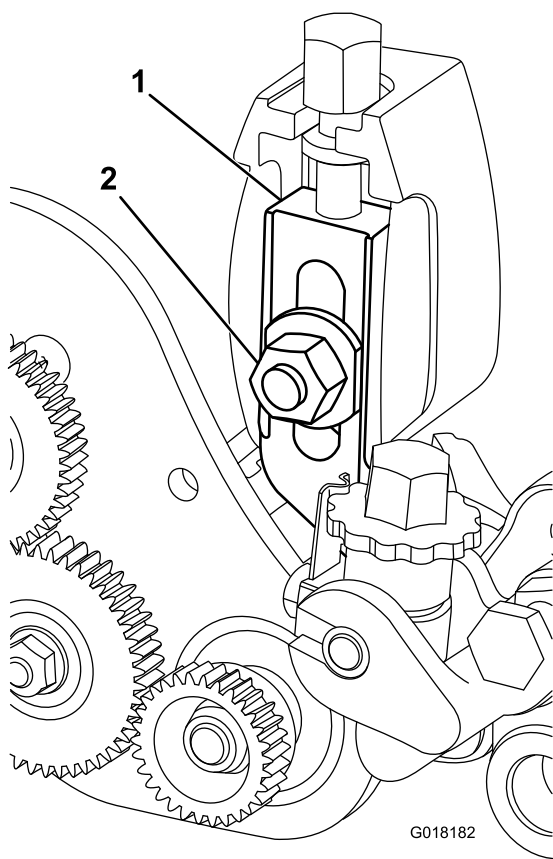

Рисунок 29
4. Снимите болт плуга, гайку и шайбу, которые крепят узел рычага высоты скашивания к боковой пластине (Рисунок 29).